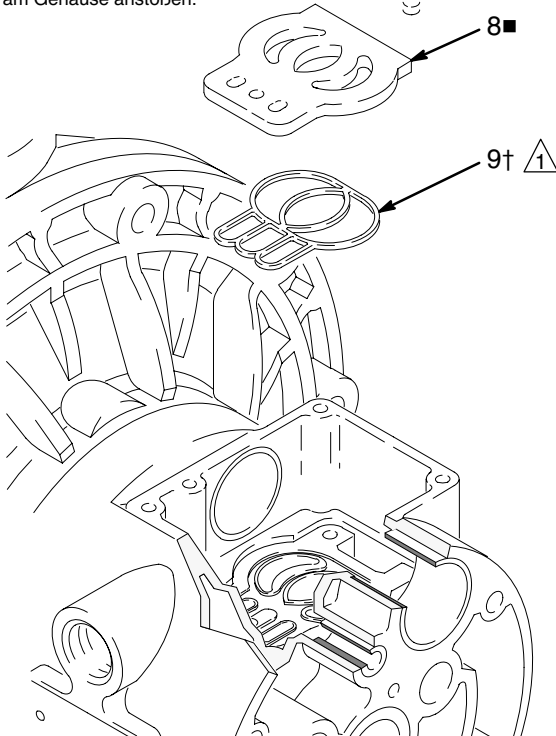

Abb. 9 03271
5. Die Ventilplatte (8■) im eingebauten Zustand inspizieren. Ist sie schadhaft, mit einem Torx-Schraubenzieher (T20) oder einem 7-mm-Steckschlüssel die drei Schrauben (3) ausdrehen. Die Ventilplatte (8■) und, an Modellen mit Mittelgehäuse aus Aluminium, die Dichtung (9†) ausbauen. Siehe Abb. 9.
2. An Modellen mit Mittelgehäuse aus Aluminium die Dichtung der Ventilplatte (9†) in die Nut unten im Ventilhohraum einlegen. Die gerundete Seite der Dichtung **muss nach unten** in die Nut weisen. Siehe Abb. 9.
3. Die Ventilplatte (8■) in die Kammer einbauen. An Modellen mit Mittelgehäuse aus Aluminium ist die Platte umkehrbar, so dass jede Seite nach oben zeigen kann. Die drei Schrauben (3) mit einem Torx-Schraubenzieher (T20) oder einem 7-mm-Steckschlüssel eindrehen. Festziehen, bis die Schrauben am Gehäuse anstoßen. Siehe Abb. 9.